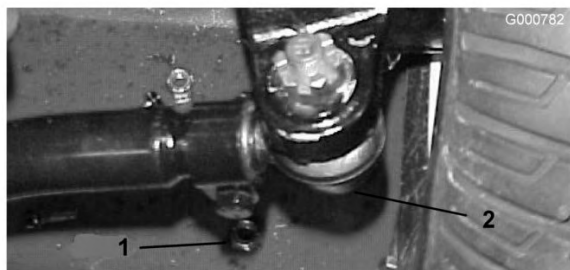

Bild 72
2. Entfernen Sie den Splint und die Mutter von einem der Spurstangen-Kugelgelenke. Entfernen Sie das Spurstangen-Kugelgelenk vom Achsständer (Bild 72).
3. Lockern Sie die Klemmen an beiden Enden der Spurstangen (Bild 72).